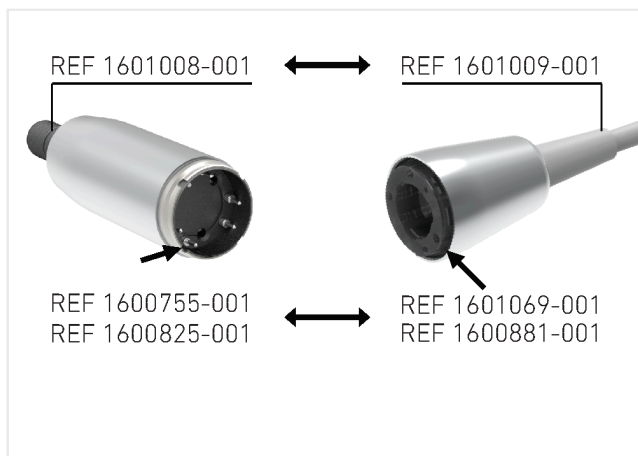

FIG. 2
1. I motori MOT MX-i REF 1600825-001 e MOT MX-i LED REF 1600755-001 sono assemblati con il cavo di alimentazione REF 1601069-001. FIG. 2.
2. Il motore MOT MX-i LED 3RD GEN REF 1601008-001 è assemblato con il cavo di alimentazione REF 1601009-001, come descritto nella Fig. 2. Verificare che la parte posteriore del motore e il connettore del cavo siano puliti e asciutti.
3. Posizionare il motore e il relativo cavo brevettato come mostrato nella Fig. 2 (il localizzatore deve essere davanti al foro). Ruotarlo fino a trovare la posizione esatta e inserirlo nel motore. FIG. 3.